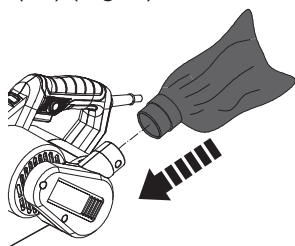

Fig. 7
1. Aliniați conectorul (14a) sacului de praf la ieșirea pentru extragerea prafului (6).
2. Atașați sacul de praf (14) pe toată ieșirea (6) până se oprește (Fig. 7).